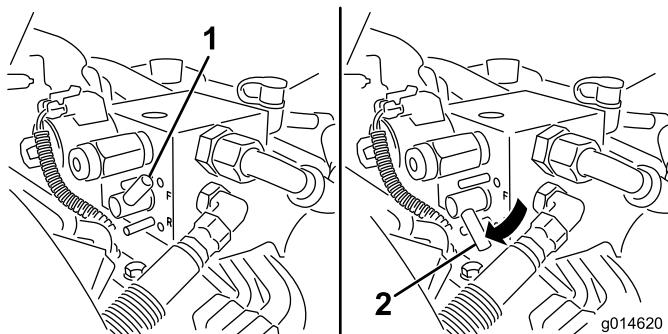

Figura 53
- Gire la palanca de Autoafilado a la posición de marcha atrás (R) (Figura 53).